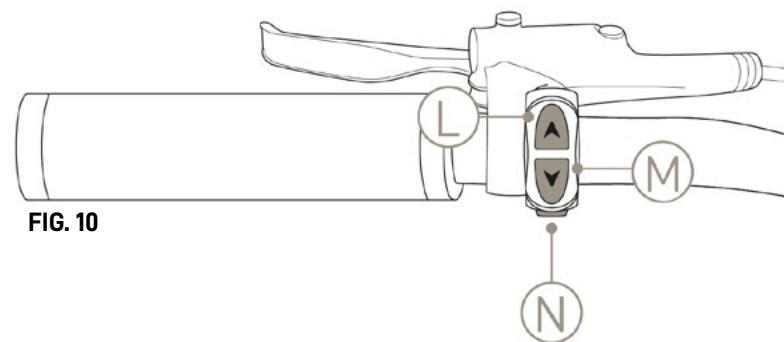

FIG. 10
Per attivare la funzione di assistenza alla camminata, mantenere premuto il tasto "DOWN" (Rif. M - Fig. 10). Il motore si attiverà e sul display verrà visualizzato l'apposito avviso. Il motore si disattiverà nei seguenti casi:
- Rilascio del pulsante "DOWN" (Rif. M - Fig. 10);